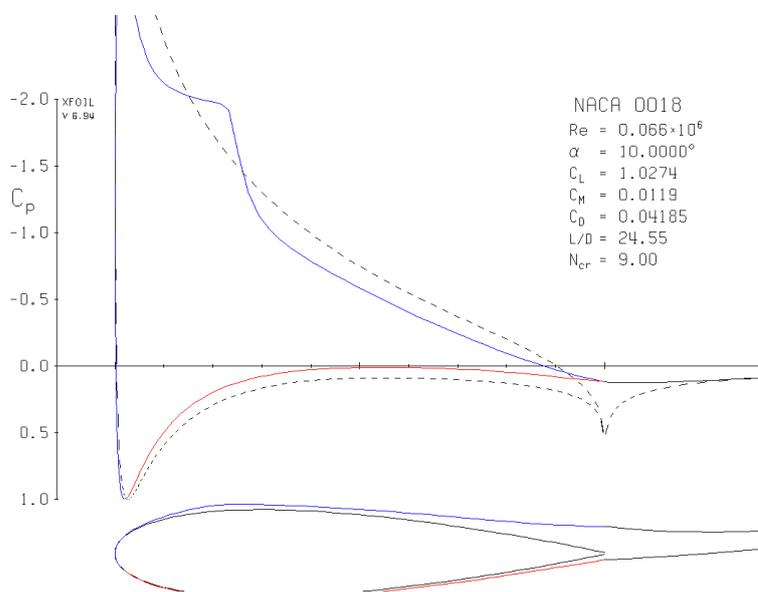
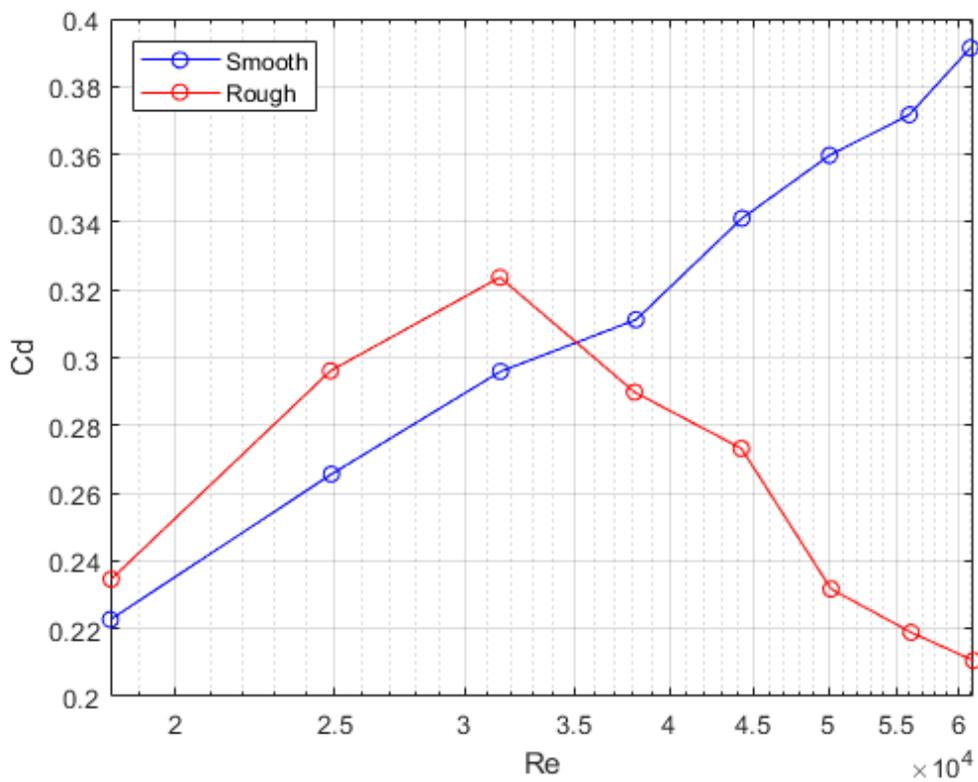

图 9 XFOIL 软件给出的 $Re=66000$ ，迎角 10 度条件下 NACA 的升阻力系数
图 10 光滑球和粗糙球在不同雷诺数下的阻力系数对比图
1. 将图 9 零件 a (锥形套筒) 从天平中取出 (需先将天平下方固定用螺栓取下, 见图 10 左侧, 然后向上拔出)。本次实验是低速实验, 锥形套筒周围的摩擦力足够大, 套筒不会转动, 所以不需要使用天平固定螺栓